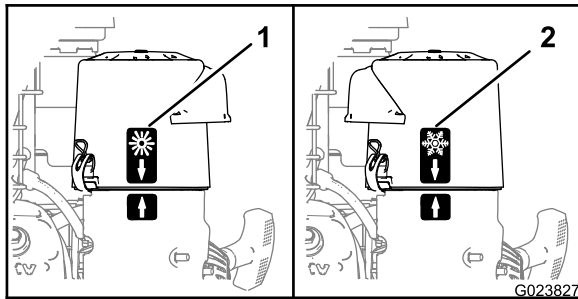

Figura 13
- Para trabajar en **condiciones de aire ambiente frío** (aire frío y humedad), posicione la tapa del limpiador de aire con la pegatina del copo de nieve hacia fuera (Figura 13).
- Para trabajar en **condiciones de aire ambiente normal**, posicione la tapa del limpiador de aire con la pegatina del sol hacia fuera (Figura 13).